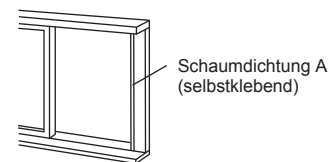

Abb. 12
1. Schneiden Sie die Dichtung A (selbstklebend) auf die passende Länge zu und kleben Sie sie auf den Fensterrahmen (Abb.12).